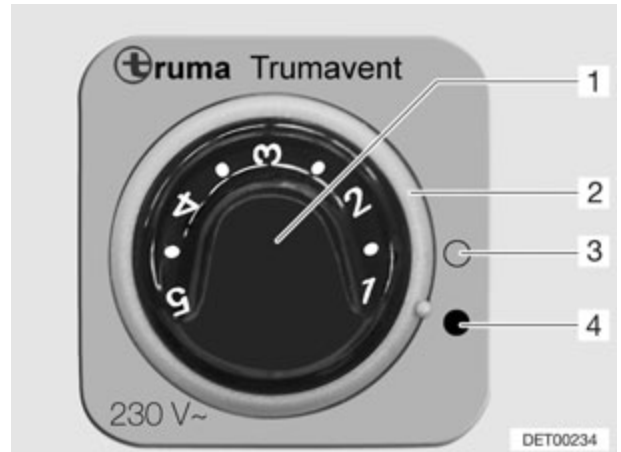

Fig. 94 Conmutador de mando para ventilador de circulación de aire
- Conectar "●" (Fig. 94,4) o desconectar "○" (Fig. 94,3) con el interruptor giratorio (Fig. 94,2) el ventilador de circulación de aire.
- Ajustar la potencia deseada del ventilador de circulación de aire con el botón giratorio (Fig. 94,1).